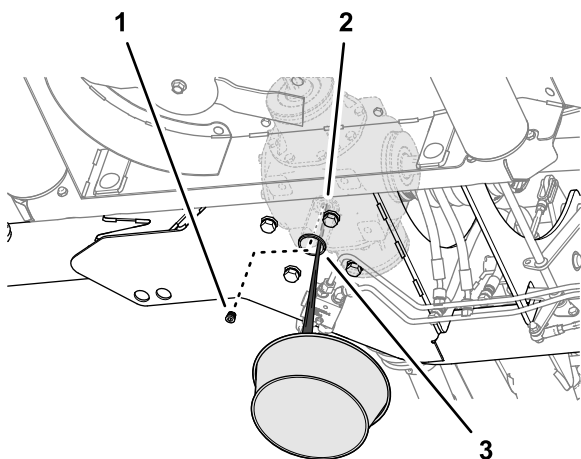

Figura 60
1. Trabalhando através do orifício de acesso na placa da estrutura inferior do cortador, alinhe um recipiente de drenagem debaixo do orifício (Figura 60).
2. Retire o bujão de drenagem da porta de drenagem da caixa de velocidades central e deixe o lubrificante drenar completamente (Figura 60).